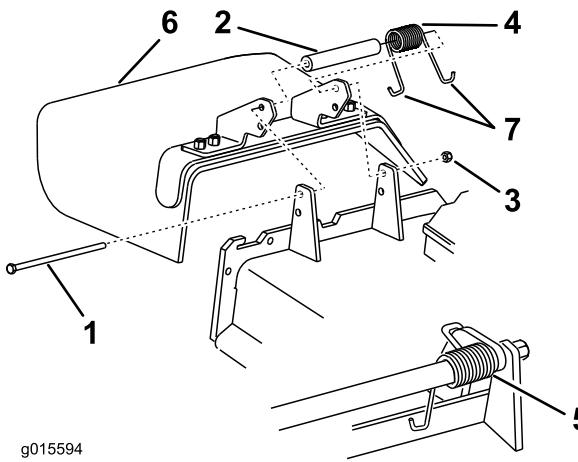

Figure 86
1. Retirez le contre-écrou, le boulon, le ressort et l'entretoise qui fixent le déflecteur aux supports de pivot (Figure 86).
Remarque: Prenez soin de placer une extrémité en J du ressort derrière le bord du plateau avant de mettre le boulon en place, comme montré à la Figure 86.
6. Accrochez 1 extrémité en J du ressort au déflecteur d'herbe (Figure 86).